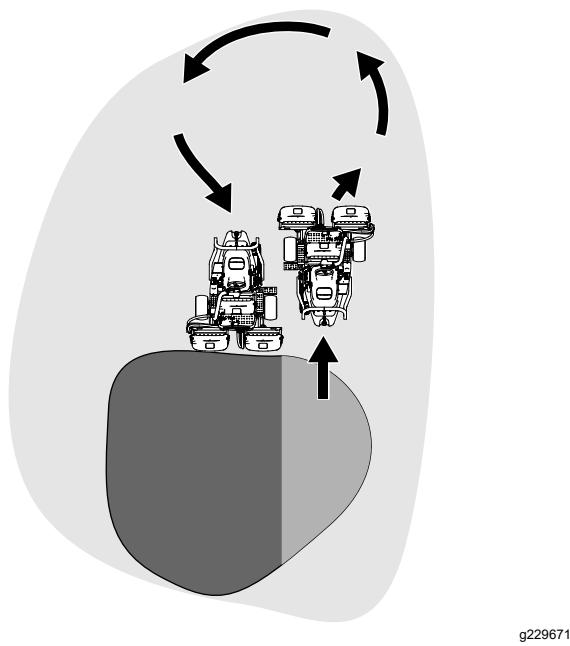

Figura 30
6. Para ganar tiempo y facilitar la alineación correcta para la pasada siguiente, gire la máquina momentáneamente en la dirección opuesta, y luego gire hacia la parte que todavía no está segada. Este movimiento forma un giro en forma de lágrima (Figura 30), que permite alinear la máquina rápidamente para la pasada siguiente.